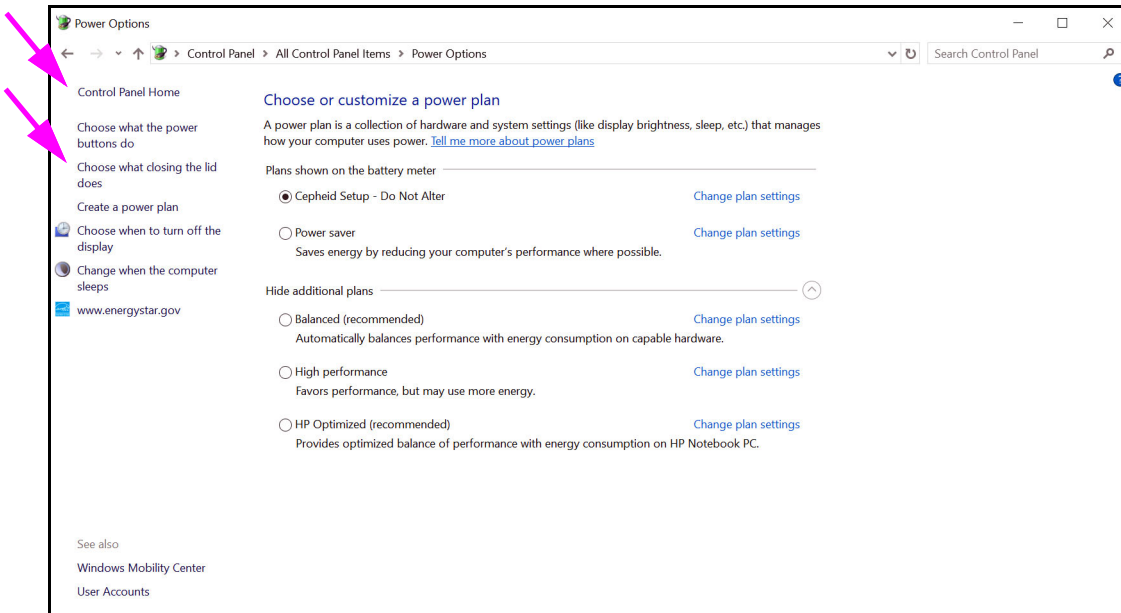

Figura 2-29. Ventana Power Options (Opciones de energía)
9. Haga clic en **Cancel (Cancelar)** para cerrar la ventana Edit Plan Settings (Editar la configuración del plan). Aparece la ventana Power Options (Opciones de energía) (consulte la figura 2-29).